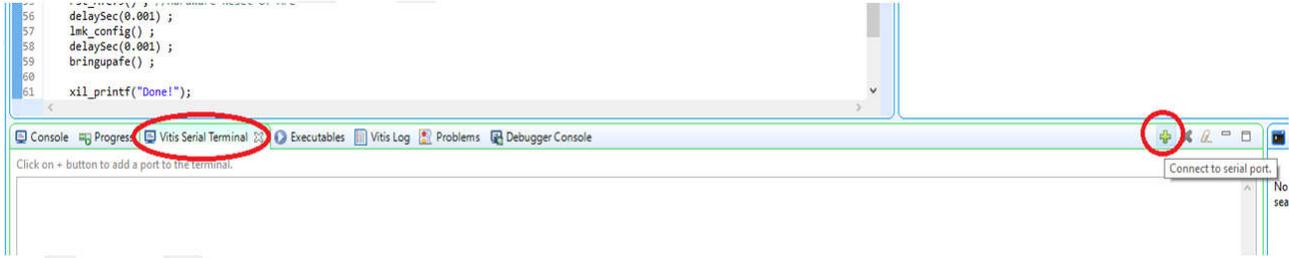

图 15-2. Vitis 串行终端
2. 以波特率 115200 连接 Vitis 串行终端 (请参阅图 15-2) (这可用于查看 SPI 写入或读取状态) 。